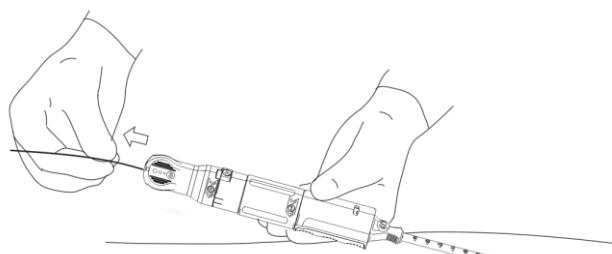

Abbildung 14. Entfernen des Führungsdrahts
- a. Die mit „3“ gekennzeichnete Markierung ausfindig machen und den Führungsdrat vollständig aus dem Patienten und dem PerQseal+ Gefäßverschlussystem entfernen. Der Führungsdrat kann von einem Assistenten entfernt werden. Abbildung 14.